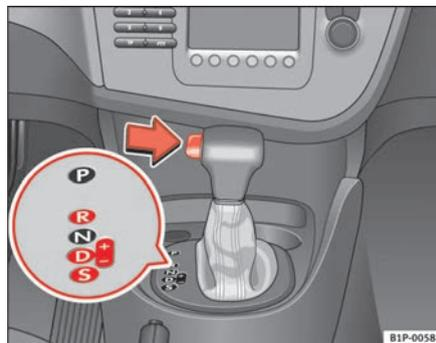

Fig. 122 Guida
- Premere il pulsante del pomello (posto sulla sinistra dello stesso ⇒ fig. 122).